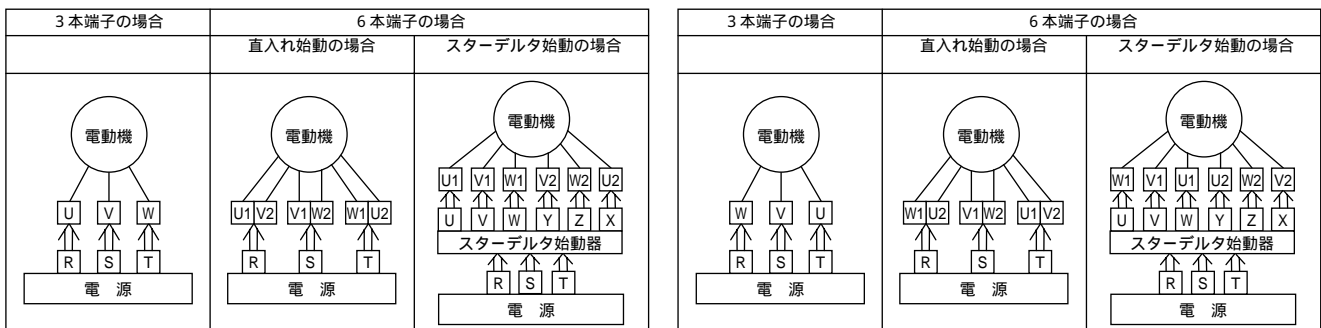

図14 結線図
(1) 配線は図14を見て行ってください。AIM型とAIR型で電動機の回転方向が異なります。羽根車はAIM型、AIR型とも吸込側から見て左回転となります。図14の結線で逆転した場合は、電源側のRとTを入替えてください。